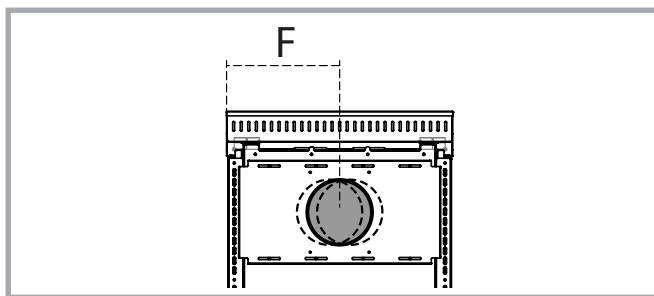

Abb. 12b - Rückansicht des Holzherdes und Darstellung der min. und max. Verschiebung des Rauchausgangs auf der Rückseite mit der zusätzlichen Anschlussplatte.
Bei allen Modellen ohne Backofen kann der Rauchausgang von rechts nach links und umgekehrt geändert werden. Außerdem ist es möglich, die horizontale und vertikale Position zu verstellen, um sich bestmöglich der Installation des Anschlussstutzens an den Rauchabzug anzupassen. Für die horizontale Regulierung müssen die 8 Schrauben der Anschlussplatte gelockert werden und sobald sich diese an der richtigen Position befindet, wieder angezogen werden. Zur Änderung der Rauchausgangsposition von rechts nach links genügt es, die Anschlussplatte abzunehmen, komplett zu drehen und wieder zu befestigen. Auf Anfrage kann Rizzoli eine zusätzliche Anschlussplatte mit Rauchausgang in den mittleren Positionen liefern (siehe Abb. 12b). Für die horizontale und waagrechte Regulierung stehen des Weiteren, dank im Lieferumfang enthaltenden Anschlussstutzen mit Bajonettverschluss, jeweils 1 cm Toleranz zur Verfügung (siehe Kapitel 2.11). In den folgenden Tabellen sind für jedes Modell die Mindest- und Maximalmaße in mm angegeben. Diese beziehen sich auf die Rauchausgangs-Mitte bis zur Außenseite. Auf Anfrage ist es möglich, eine zusätzliche Anschlussplatte für den Rauchausgang in den mittleren Positionen zu bestellen. Bei Bestellung dieser Platte muss die RauchausgangsMitte (X) angegeben werden. Diese Anschlussplatte ermöglicht horizontal einen Spielraum von +/- 20 mm.